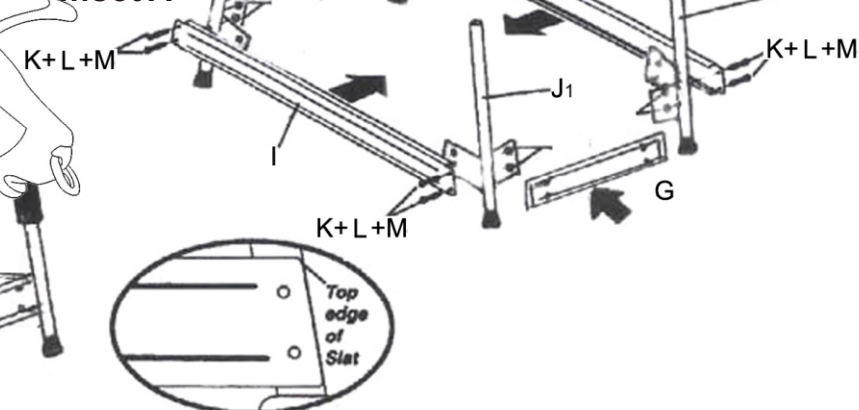

Figure 2
1. Fixez les lattes du cadre (I) entre les tubes des jambes (J1 J2) à l'aide des vis (K) et des écrous borgnes (M). Voir Figure 2, Encart A.
2. Fixez les lattes du cadre (I) entre les tubes des jambes (J1J2). Voir Figure 2, Encart A.